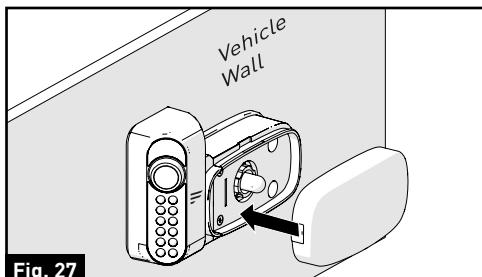
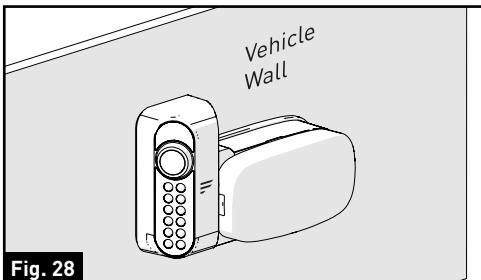

Fig. 27
Fig. 28
7. Vuelva a colocar la tapa del objetivo sobre la base del semáforo y presione hasta escuchar un "clic". La cámara ahora está completamente instalada en el vehículo. (Fig. 27 y Fig. 28)